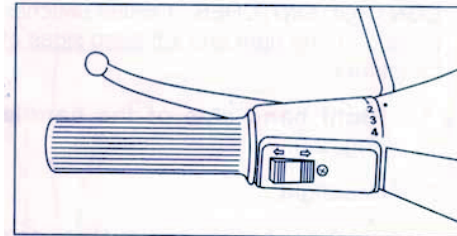

Fig. 22
2.2 **Lato sinistro del manubrio (Fig. 22).**